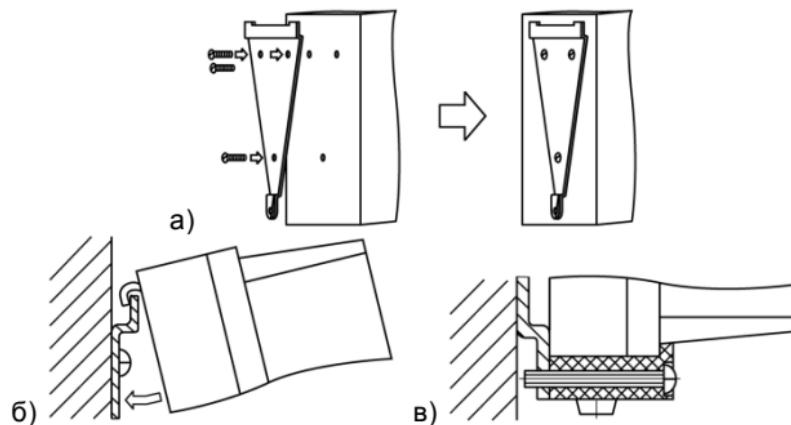

Рисунок 5.1 – Монтаж прибора настенного исполнения
- закрепить кронштейн тремя винтами M4 на поверхности, предназначеннной для установки прибора (см. Приложение А и рисунок 5.1, а);
- зацепить крепежный уголок на задней стенке прибора за верхнюю кромку кронштейна (рисунок 5.1, б);
- прикрепить прибор к кронштейну винтом M4 × 35 из комплекта поставки (рисунок 5.1, в).